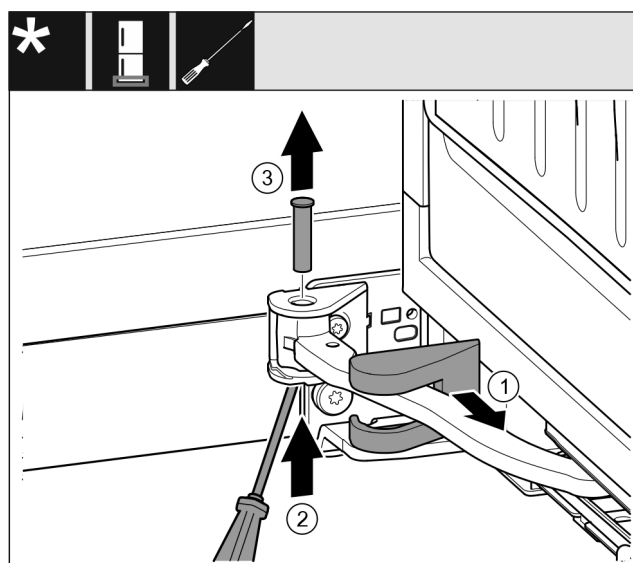

Fig. 15
- ▶ Снимите крышку опорного кронштейна Fig. 15 (1) и переместите вдоль шарнира.
- ▶ Отверткой приподнимите палец Fig. 15 (2) снизу.
- ▶ Извлеките палец Fig. 15 (3) сверху.